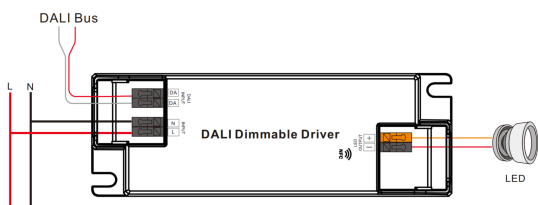

Рис.4. Схема проводки для подключения одноцветного светодиодного светильника к шине DALI
- Одноцветного светодиодного светильника - см. рис. 4